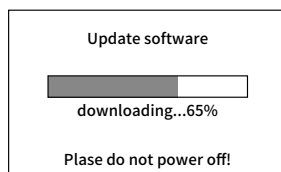

Рисунок 1-5
2. Посетите официальный сайт www.aten.com.cn или свяжитесь с производителем для загрузки соответствующего драйвера. Скопируйте программное обеспечение для обновления через USB-кабель накопителя прибора, распознанный компьютером. Прибор автоматически загрузит программное обеспечение для обновления (рис. 1-5).